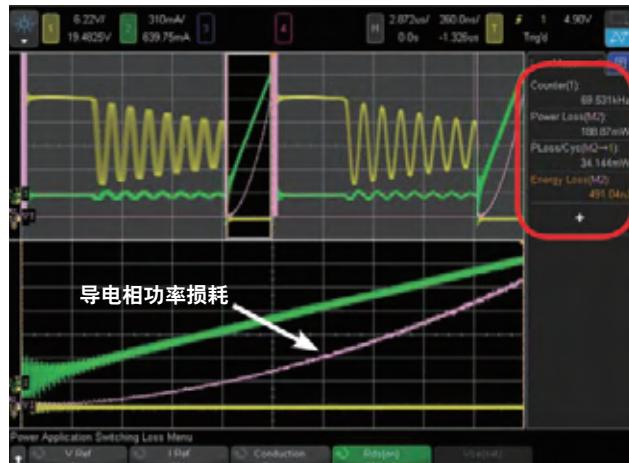

图20: 查看导电相的功率波形。
3. 重新调整波形运算垂直位置旋钮，再次将功率波形(紫色迹线)调整至屏幕中央，确保波形上部和底部均可完整显示，如图20所示。注意，您需要反复调整波形运算垂直位置旋钮和标度旋钮，以获得最佳的标度，并确保缩放 / 下部显示区域能够完整显示功率波形。